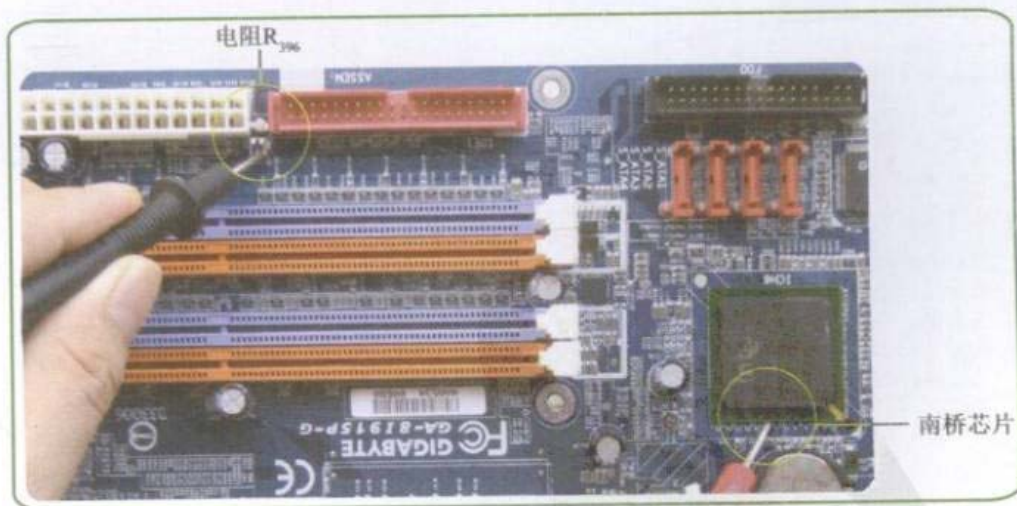

图7-25 测量南桥到电阻R396的线路
**Step 02** 测量南桥的SLP\_S3#引脚到电阻R396的线路，如图7-25所示。